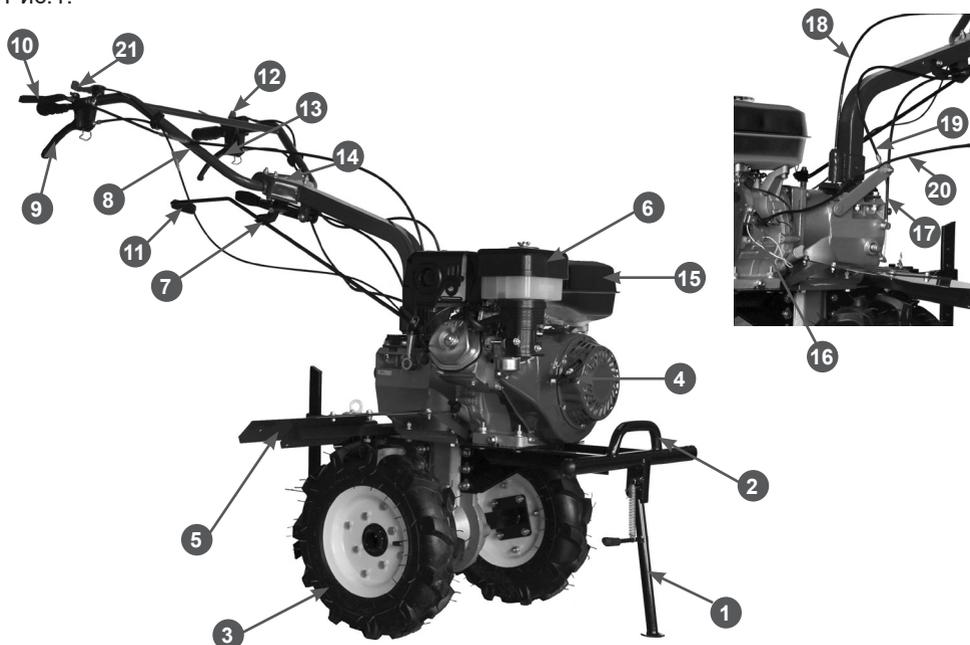

Рис.1 Расположение основных узлов и органов управления
Расположение основных узлов и органов управления мотоблока представлено на Рис.1.
7. Установите стояночную опору мотоблока (1) Рис.1.
1. Возьмитесь за рычаг сцепления 13 (Рис.1) нажмите и отпустите его 2-3 раза, чтобы включить сцепление. Если включить сцепление не получается, проверьте регулировку свободного хода рычага.
- Нажмите на рычаг реверса 9 (Рис.1) и отпустите его 2-3 раза, чтобы включить передачу. Если включить передачу не получается, изменяйте положение рычага, пока передача не включится,